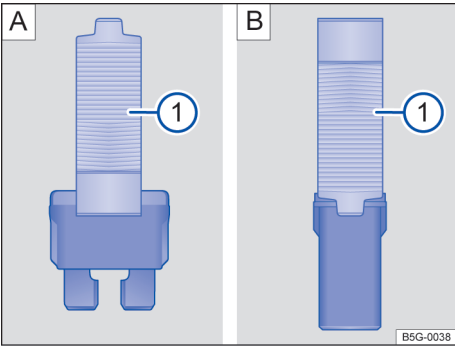

Fig. 145 Retirar ou colocar o fusível com a pinça de plástico: A) fusível plano, B) fusível de bloqueio.
- Se necessário, retirar a pinça de plástico → Fig. 145  da cobertura da caixa de fusíveis.
- De acordo com a versão do fusível, colocar as garras adequadas do alicate plástico → Fig. 145 A)  ou → Fig. 145 B)  lateralmente no fusível.